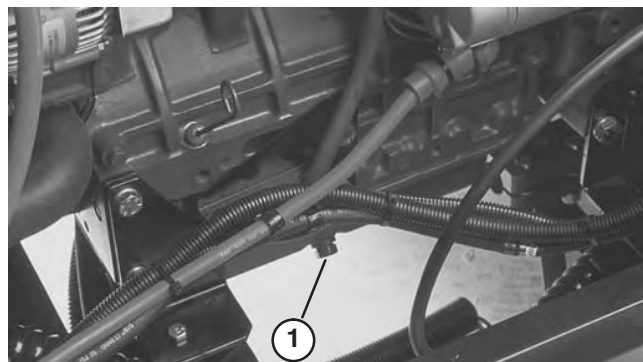

Figure 30
1. Enlevez le bouchon de vidange (Fig. 30) et laissez couler l'huile dans un bac de vidange. Remettez le bouchon en place quand toute l'huile s'est écoulée.